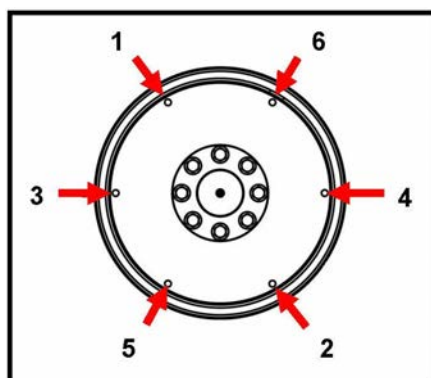

FIGURA 15. SEQUENZA DI FISSAGGIO
10. Serrare i bulloni che fissano il disco di accoppiamento al volano, nella sequenza indicata in Figura 15 a pagina 27.